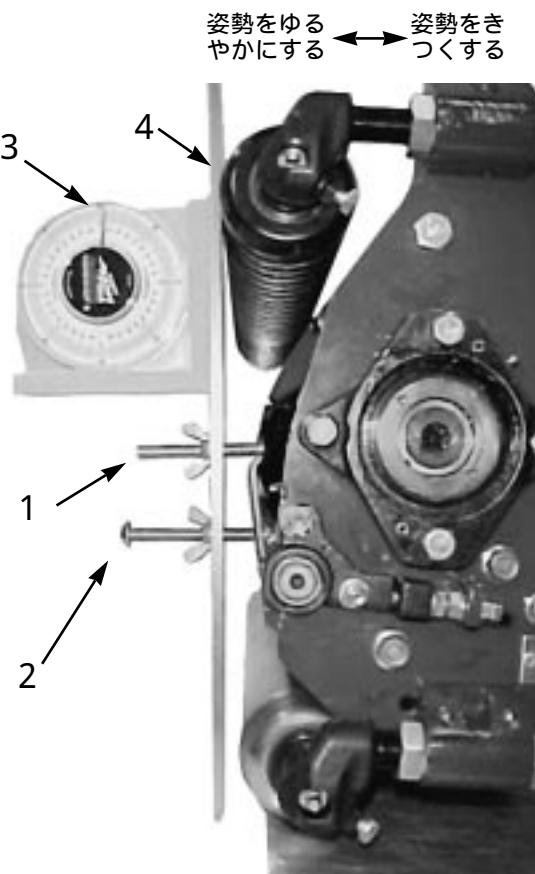

図10
3. 前刈り高ロッドの高さ(B)を調整する(表1)。この値は(図10)前刈り高ロッドの上面からコーンナット上面までの距離である。
4. 前後のローラにゲージバーを渡しかける。この時、ゲージバーが前のローラぴったり接触した状態で、第1のネジが下刃にぴったりと接触する必要がある（図10）。
6. ゲージバーに傾斜計を置きゲージバーの角度を求める（図10）
上げれば大きくなります（図10）。